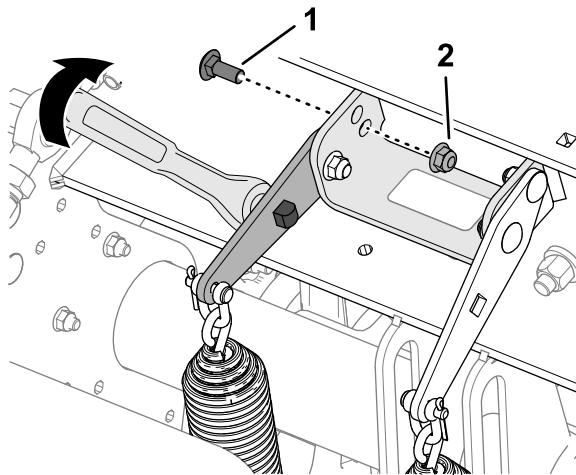

图 119
- 将一个 13mm 的驱动棘轮或呆套筒扳手插入弹簧张力板上的方孔图 119。